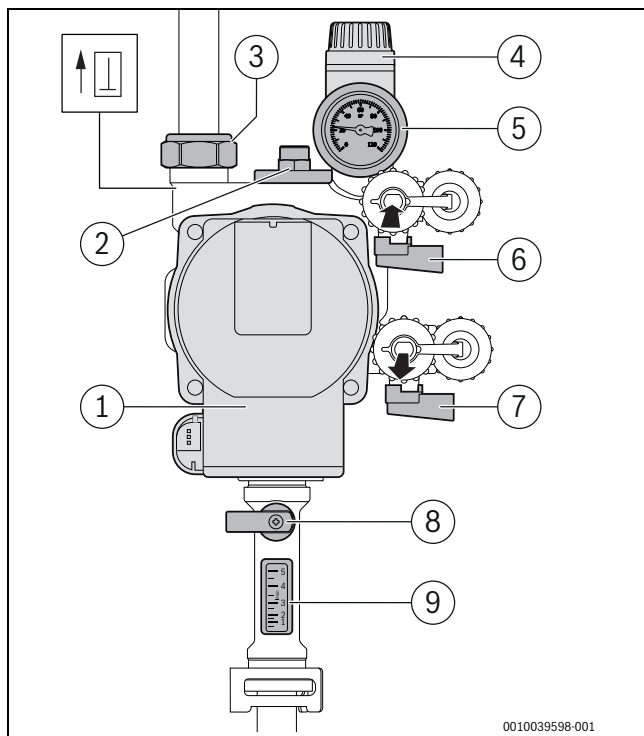
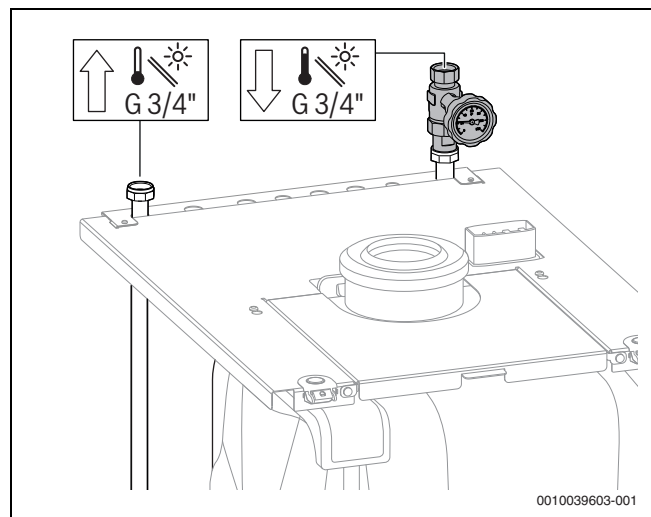

Bild 190 Übersicht Solarstation
Bild 191 Wartungshahn am Solar-Vorlaufrohr
- ▶ Druckseite der Befüllereinrichtung an Füll- und Entleerhahn (→ Bild 190, [6]) anschließen.
- ▶ Saugseite der Befüllereinrichtung an Füll- und Entleerhahn (→ Bild 190, [7]) anschließen.
- ▶ Füll- und Entleerhähne (→ Bild 190, [6] und [7]) öffnen.
- ▶ Während des Spülens den Füll- und Entleerhahn an der Saugseite (→ Bild 190, [7]) mehrmals kurzzeitig drosseln und anschließend schnell komplett öffnen.
- ▶ Während der Schaltvorgänge den Zeiger des Manometers (→ Bild 190, [5]) an der Solarstation kontrollieren.
- ▶ Solarpumpe ca. 10 Minuten laufen lassen und Umwälzung am Durchflussmesser (→ Bild 190, [9]) prüfen.
- ▶ Solaranlage am automatischen Entlüfter an der Hocheffizienz-Solarpumpe nochmals entlüften (→ Bild 190, [2]) und Betriebsdruck auf 2,5 bar einstellen. Bei Anlagen über 12 m Höhendifferenz Kapitel 15.1.3 auf Seite 90 beachten.
- ▶ Volumenstrom am Durchflussmesser (→ Bild 190, [9]) ablesen.
- ▶ Volumenstrom am Einstellhahn des Durchflussbegrenzers (→ Bild 190, [8]) soweit drosseln, bis der maximale Volumenstrom unterschritten wird.
- Wartungshahn am Solar-Vorlaufrohr (→ Bild 191) und Einstellhahn des Solar-Durchflussbegrenzers (→ Bild 190, [8], Seite 93)schließen.